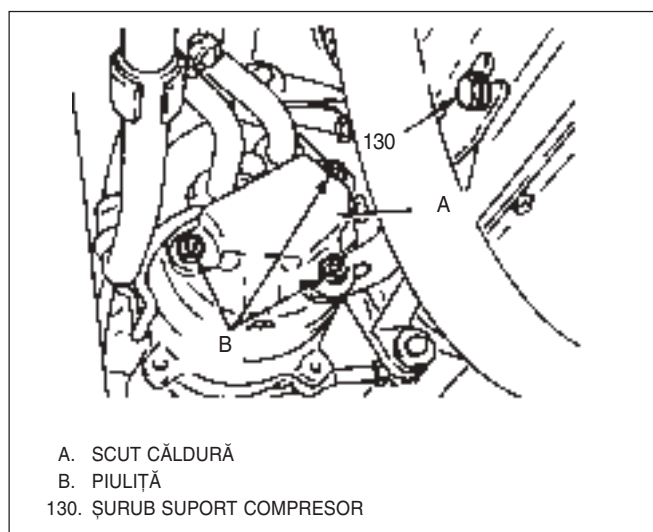

Fig. 40 Scut căldură și suport
**↔ Se demontează sau se deconectează (Fig. 40 și 41)**
- 7) Se slăbesc șuruburile față spate ale suportului(131) și piulița de reglaj(133).